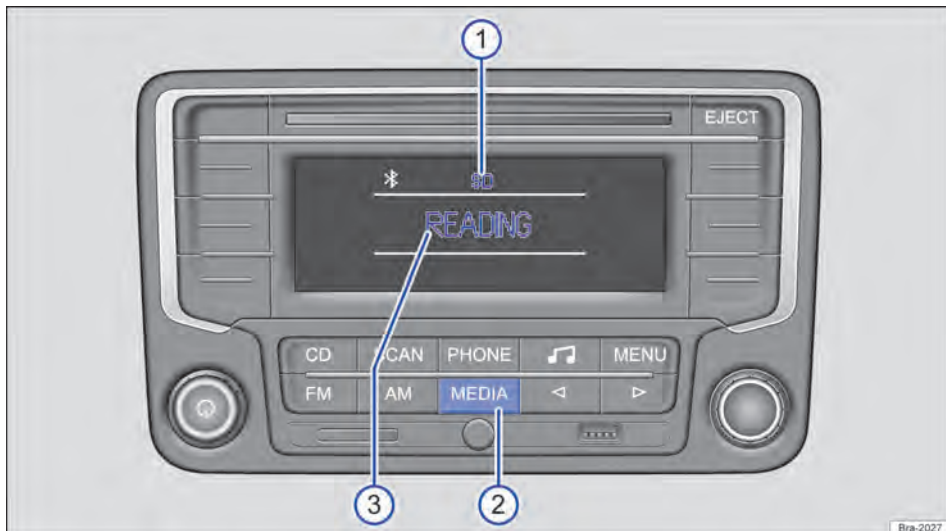
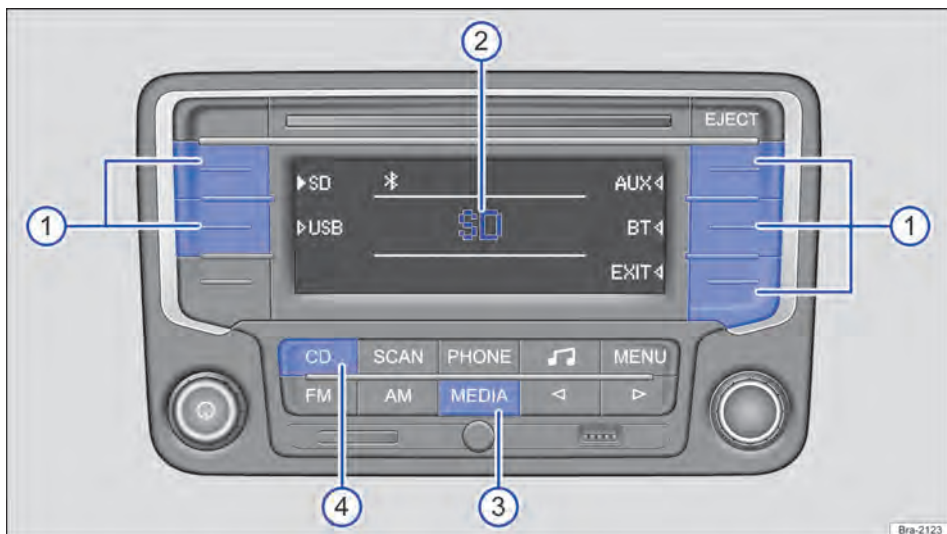

Fig. 155 Exemplo de exibição na operação de mídia: o rádio lê arquivos de um cartão SD.
Fig. 156 Exemplo de exibição na operação de mídia: a reprodução da última fonte de mídia tocada é continuada, outras fontes de mídia são selecionáveis.
Na operação de mídia podem ser selecionadas e controladas diferentes fontes de mídia. Para trocar para a operação de mídia, pressionar brevemente o botão do aparelho [MEDIA] → Fig. 155 ②.
Se a última fonte de mídia tocada ainda estiver conectada, a reprodução dessa fonte de mídia será automaticamente continuada e na troca para a operação de mídia ela será brevemente exibida no centro do display → Fig. 156 ②.
Na operação de mídia em execução, a fonte de mídia selecionada sempre será exibida na parte superior central do display → Fig. 155 ①.
Todas as fontes de mídia selecionáveis → Página 174, *Selecionar as fontes de mídia* são exibidas na área lateral do display → Fig. 156. Em algumas situações de operação, por exemplo, enquanto o rádio lê uma fonte de mídia, nenhuma fonte de mídia é selecionável → Fig. 155.
No centro do display é exibido o status atual da fonte de mídia, por exemplo, **READING**, enquanto o rádio lê uma fonte de mídia → Fig. 155 ③, informações sobre a faixa → Página 176 ou mensagens de erro:
Iniciar a operação de mídia → Página 173, *Menu principal MEDIA*. Se a última fonte de mídia tocada ainda estiver conectada, a reprodução dessa fonte de mídia será automaticamente continuada e na troca para a operação de mídia ela será brevemente exibida no centro do display → Fig. 156 ②.
Nas áreas laterais do display são exibidas todas as fontes de mídia selecionáveis → Fig. 156. Selecionar a fonte de mídia desejada da seguinte maneira:
- Pressionar brevemente o botão de função programado com a fonte de mídia desejada → Fig. 156 ①.
- **OU:** pressionar o botão do aparelho **MEDIA** tantas vezes necessárias até que seja exibida a fonte de mídia (exceto CD) → Fig. 156 ③.
- **OU:** pressionar o botão do aparelho **CD** para reproduzir um CD da unidade de CD interna → Fig. 156 ④.